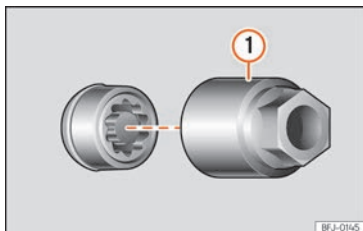

Fig. 34 Boulon antivol de roue avec capuchon et adaptateur.
- Encastrez l'adaptateur spécial »» fig. 34 ① (outillage de bord »» page 46) sur le boulon de roue antivol jusqu'à la butée.